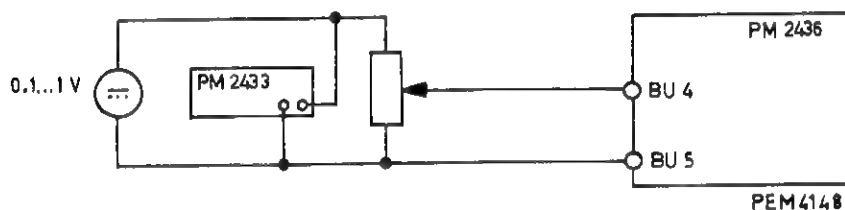

Fig. 24. Circuit de mesure pour le contrôle des gammes de tension mV
Montage de mesure, Fig. 24.
- Composer le montage de mesure d'après la fig. 24.